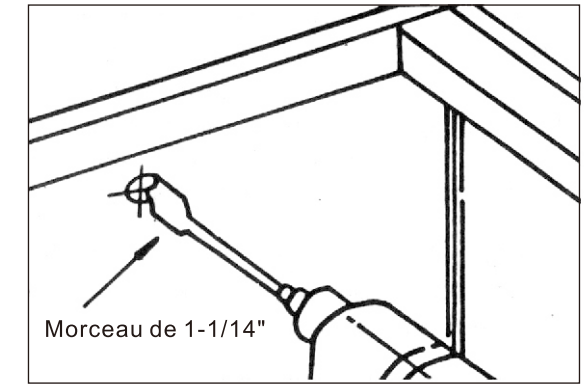

Fig. 9 Perforez le trou pour le fil
- 5. Sur le cabinet, marquez la position du trou d'accès à travers lequel le fil électrique va passer. (Fig. 9) La trou d'accès devrait être 1-1/4". Soyez sûr de fermer le contact électrique du mur avant de perforer.